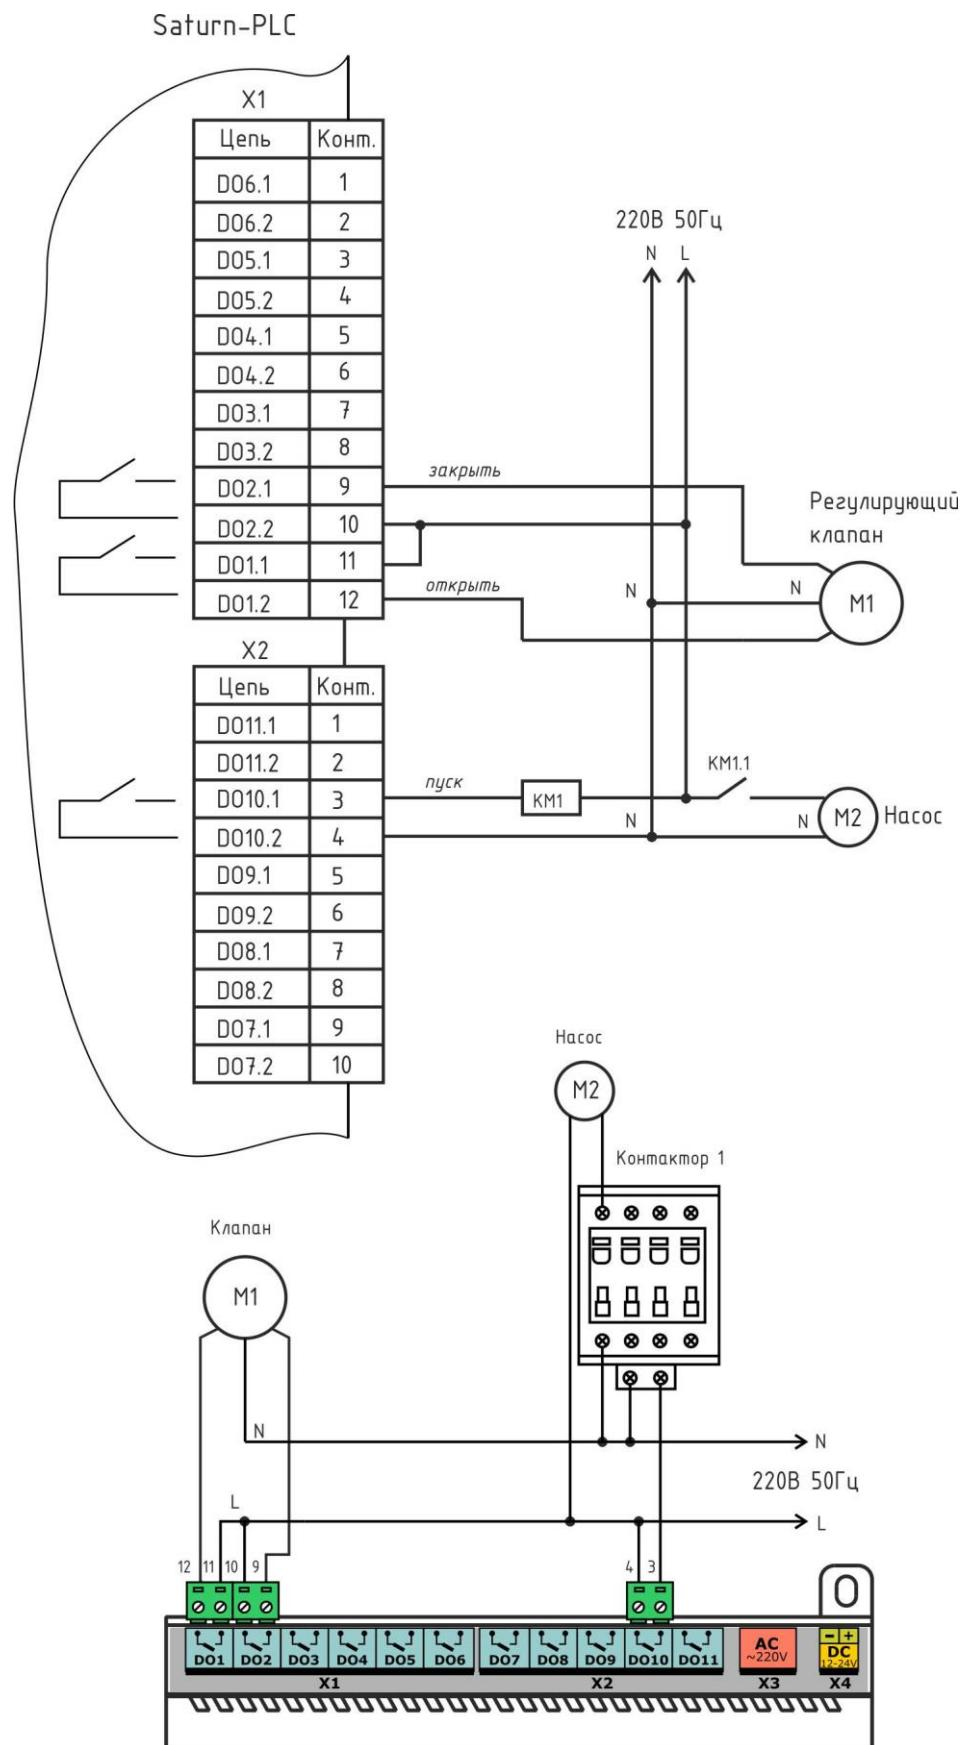

Рисунок 8 – Подключение дискретных выходов 1А 250В
21. Подсоединить к ответным частям клеммных соединителей разъемов X1 и X2 «под винт» проводники цепи управления катушками магнитных контакторов (рисунок 8). Контакторы, как правило, располагают в том же шкафе, что и контроллер. Рекомендуемый тип провода ПуГВ сечением 0,5 мм2 для цепи катушки контактора.